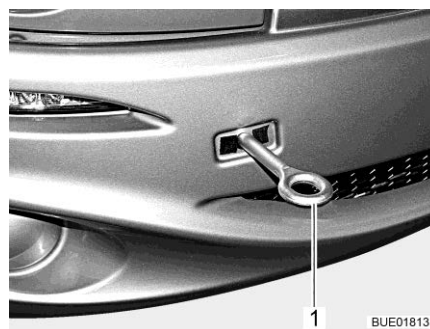

Fig. 48 Œillet de remorquage, monté
- Monter l'œillet de remorquage (Fig. 48,1) selon les instructions du mode d'emploi du véhicule porteur.